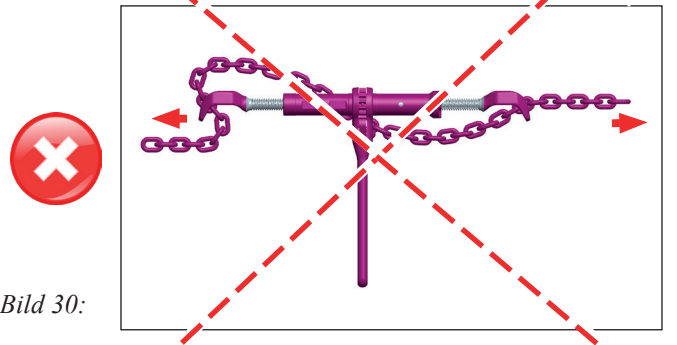

Bild 30:
2. Fetten Sie den ICE-Ratschenspanner ICE-CURT an den gekennzeichneten Schmierstellen (siehe Bild 30).